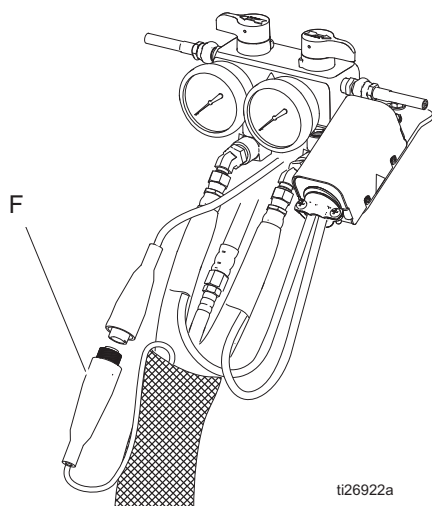

BILD 11. Värmeslang
3. Koppla bort FTS-kabeln (F) vid Reactor, BILD 11.